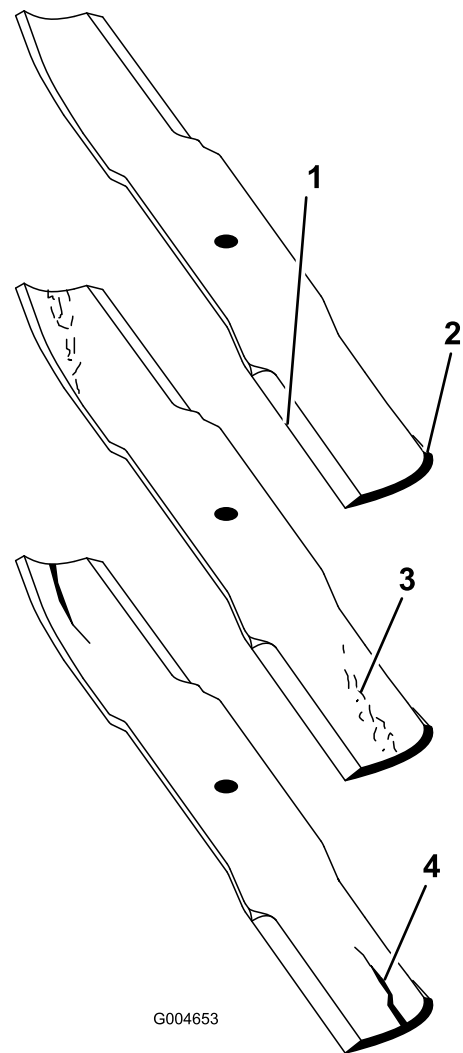

図 125
2. ブレードの切っ先を注意深く観察、特に、直線部と曲線部が交わる部分をよく観察する 図 125。
**注** この、直線部と曲線部の交差域は、砂などによる磨耗が進みやすい部分なので、機械を使用する前によく点検することが必要である。磨耗が進んでいる場合 図 125には、ブレードを交換する。